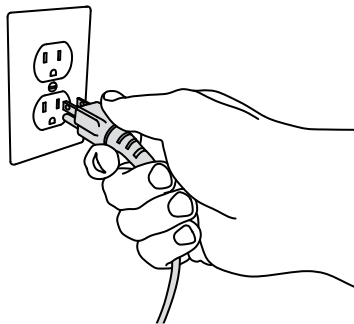

Figure 23.2
3. Le réceptacle de l'appareil est situé dans son coin inférieur droit, à l'arrière. Installez le cordon à la réception de l'appareil et au mur (**Figure 23.2**).